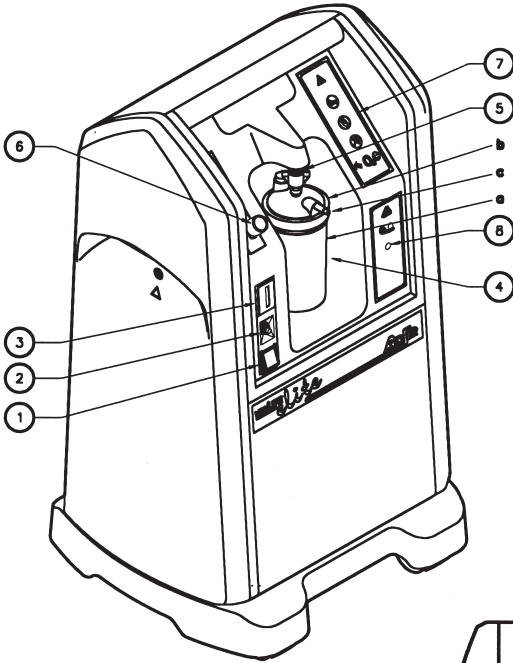

Fig. I.1
I.1 Lato anteriore (Fig. I.1) .....	2-IT
### **I. 1. Lato anteriore (Fig. I. 1)**